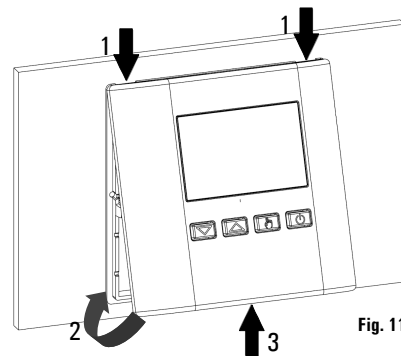

Fig. 11
- Girar la tapa y empujar hacia el interno, con el dedo, la lengüeta plástica ubicada en la parte izquierda de la base (indicada por la flecha en Fig. 11) y ejercitar una presión que haga encajar la lengüeta plástica de fijación en el interno del foro pertinente.